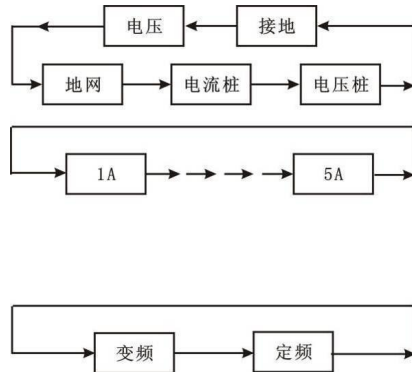

图 10 参数设定流程图
- (3) 在光标当前所示项目，按 **增大**、**减小** 键可进行该项菜单的变更，并循环指示，流程见图 10 所示。
- (4) 将菜单变更至与测试要求相对应后即可按选择键进行下个项目的选择。